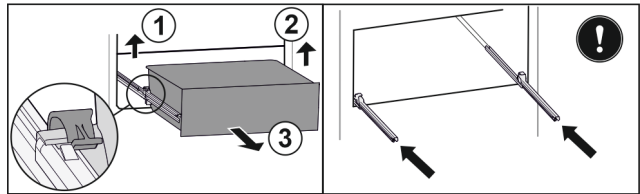

Fig. 66
- ▶ Повдигнете лявата скоба и едновременно с това изтеглете напред чекмеджето отляво. Fig. 66 (1)
- ▶ Повдигнете дясната скоба и едновременно с това изтеглете напред чекмеджето отдясно. Fig. 66 (2)
- ▶ Извадете чекмеджето напред. Fig. 66 (3)